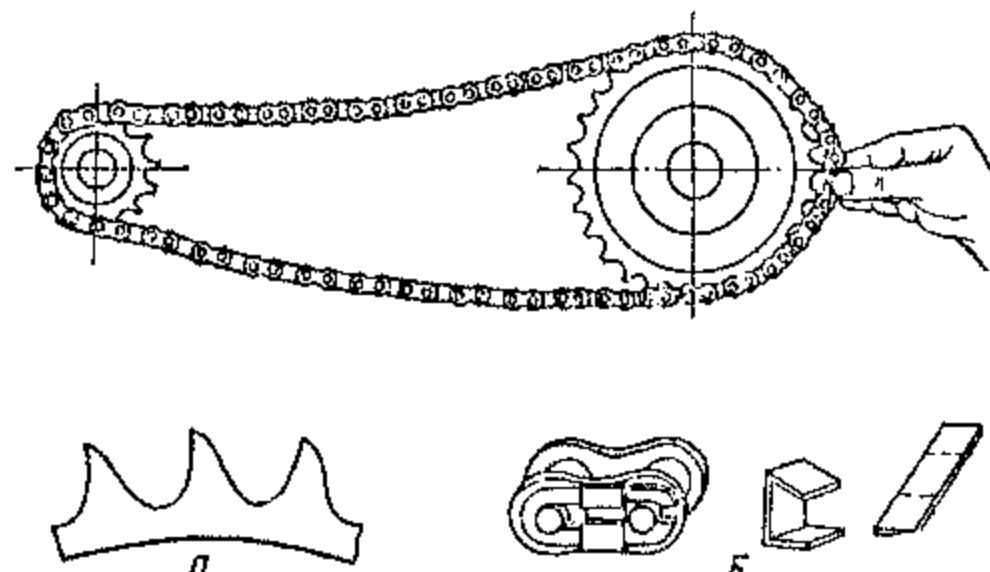

Рис. 4.22. Определение износа цепи: а - износ зубьев; б - установка дополнительной фиксирующей пластинки на замочное звено
Степень износа цепи также можно определить, оттягивая ее от новой ведомой звездочки (рис. 4.22) - если цепь значительно оттягивается, то ее пора заменить.
- ✓ обрыв цепи вследствие вынадения пружинной пластины замочного звена. Последнее нужно заменить запасным. Ослабленную пружину можно подогнуть и скрепить пластинкой (см. рис. 4.22, б);